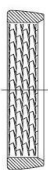

Bild 8
4. Der Klemmring Nr. 6950 (Bild 8) muss nach jeder Demontage ausgetauscht werden.